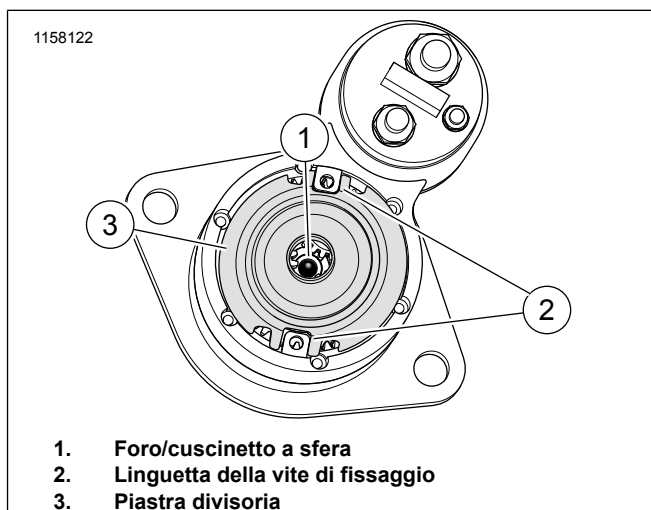

Figura 3. Cuscinetto a sfera dell'albero dell'indotto
5. Figura 3 Rimuovere la piastra divisoria (3).
7. Controllare il foro dell'albero del cuscinetto a sfera (1).
f. Rivestire il gruppo degli ingranaggi planetari e del cuscinetto a sfera utilizzando la confezione di grasso (6).
10. Figura 3 Controllare che le linguette delle viti di fissaggio (2) non siano danneggiate o incrinate.